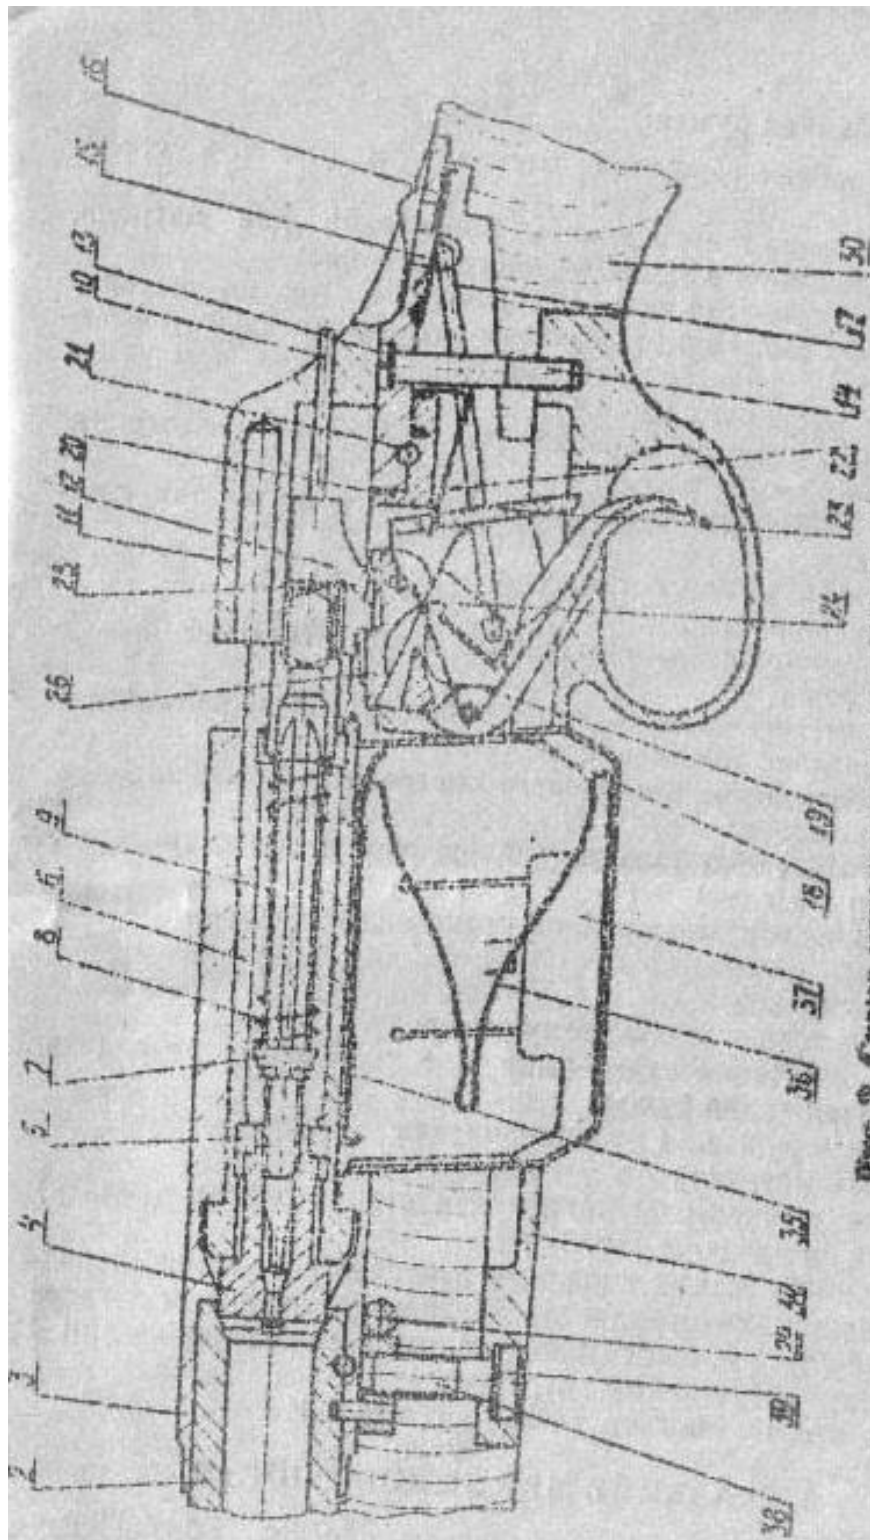

Рис. 2. Схема механизмов ружья МЦ 20-01
5.2. Работа механизмов ружья и рекомендации по эксплуатации (рис. 2).